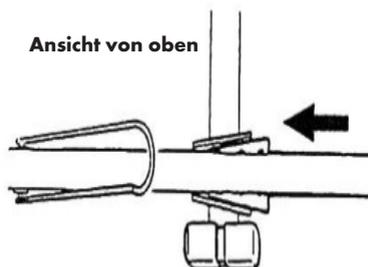

Abbildung 26
- Setzen Sie die konischen Platten an den Querarmen in die konischen Schlitz an der Halterung ein, wie in Abb. 26 gezeigt.